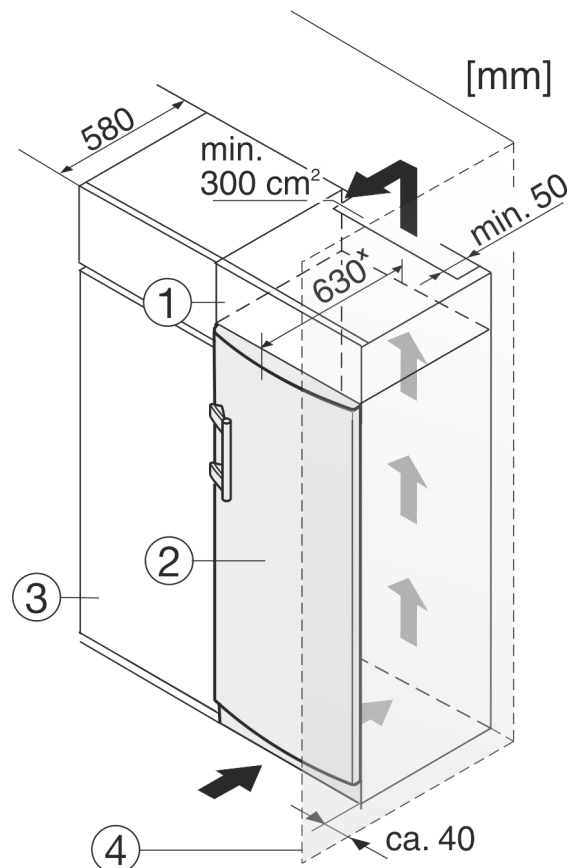

Fig. 12
(1) Шкаф-пристройка
(2) Уред
(3) Кухненски шкаф
(4) Стена
Уредът може да е обграден с кухненски шкафове. За да изравните височината на уреда Fig. 12 (2) с височината на вградената кухня, над уреда може да се постави шкаф-пристройка Fig. 12 (1).
При обграждане с кухненски шкафове (дълбочина макс. 580 mm) уредът може да се постави непосредствено до кухненския шкаф Fig. 12 (3). От страни уредът е издаден на 34 mm *, а в средата на уреда – на 50 mm * спрямо челото на кухненския шкаф.
Когато уредът се поставя с пантите до стена Fig. 12 (4), разстоянието между уреда и стената трябва да е поне 40 mm. Това отговаря на разстоянието, с което дръжките стърчат при отворена врата.